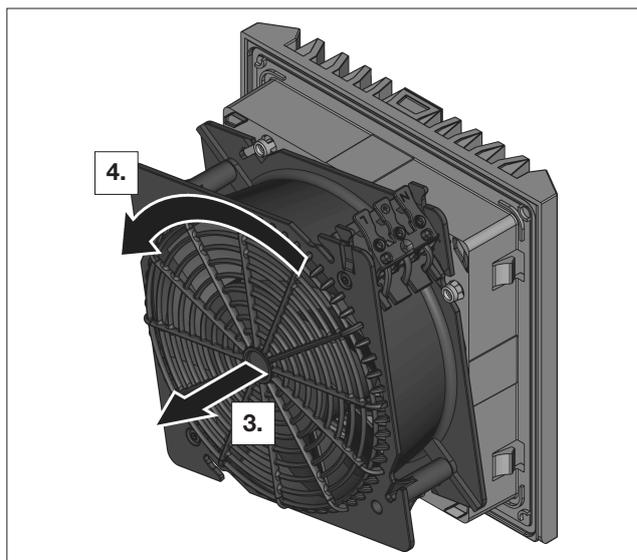

図8: ファンハウジングを回転
- 次に、電気配線の接続箇所が希望する位置になるように、ファンハウジングを90°、180°または270°回転させます(図8を参照)。